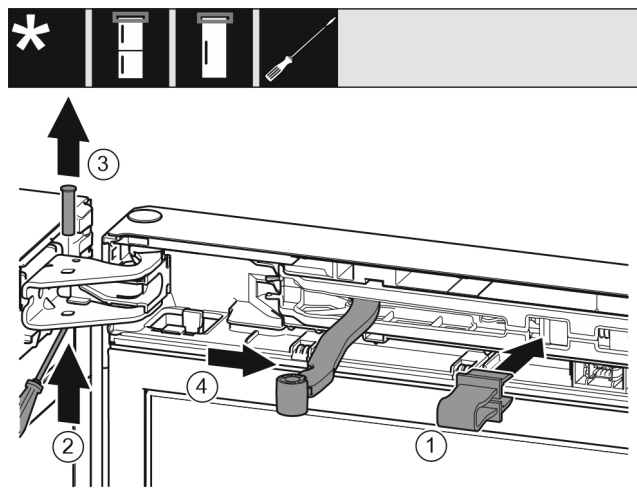

Fig. 9
- Zazębić zabezpieczenie Fig. 9 (1) w otworze.
- Wysunąć sworzeń Fig. 9 (2).
- Wyjąć sworzeń Fig. 9 (3) w górę.
- Obrócić przegub Fig. 9 (4) w kierunku drzwi.